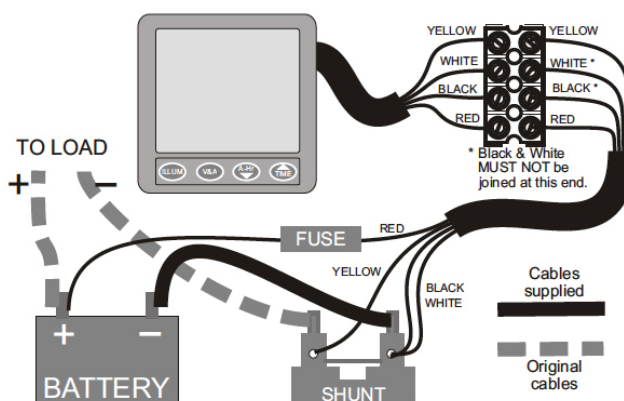

Figura 1 - Instalación de cableado
5. Conecte el cable de derivación a la unidad de visualización como se muestra en la Figura 1, a continuación, utilizando el bloque de terminales suministrados. Asegúrese de que conecta la exactamente como se muestra, señalando que el blanco y negro son los cables unidos por la conexión en paralelo, y se conectan por separado en el instrumento extremo del cable.
9. Desconecte el cable negativo de la batería y conectar con la derivación, como se muestra en la Figura 1. Asegúrese de que está posicionado en los que no puede entrar en contacto eléctrico con otras partes, y asegurarse de que permanecerá seco y libre de contaminantes. Nótese también que la derivación puede entrar en calor cuando el flujo de corrientes fuertes, por lo que es bueno garantizar una posición donde el calor no puede afectar a otras partes. Tener cuidado para evitar apretar demasiado la conexión con el shunt.
10. Conectar el Blanco y Negro alambres y cable amarillo a la derivación como muestra en la Figura 1.